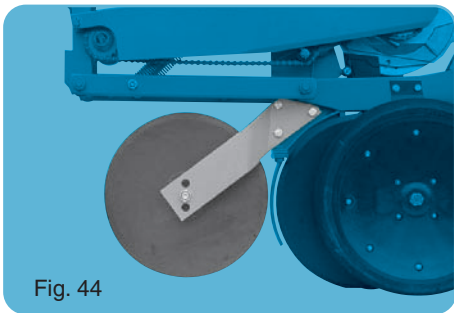

Fig. 44
- Coutre Ø 350 (fig. 44).
- Smooth disc Ø 350 (fig. 44).
- Furchenlockerer Ø 350 (Abb. 44)